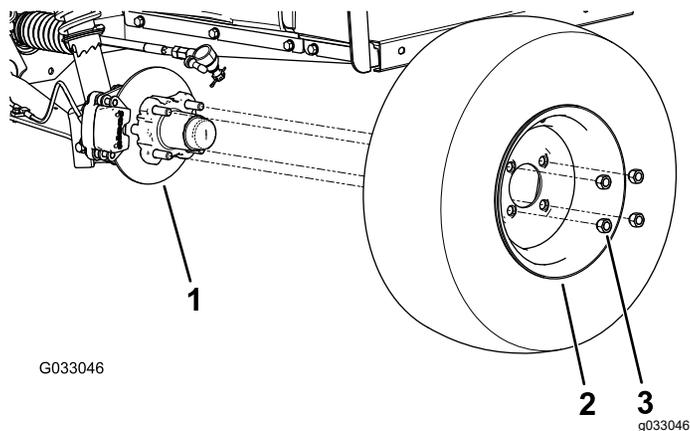

図 22
2. ホイールをハブに固定しているラグナット4個を外す 図 22。
- ホイールをハブに取りつける。空気バルブを外側に向けて取り付けること 図 22。
- ラグナットを使用して、ハブにホイールを取り付ける 図 22。